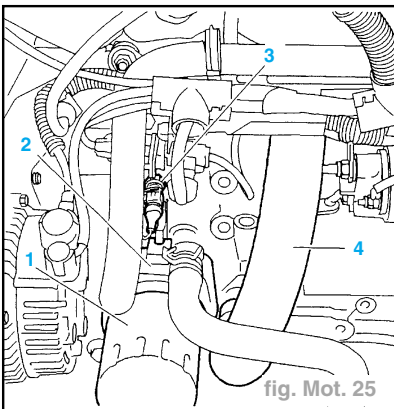

fig. Mot. 25
- la cartouche de filtre à huile (1) (fig. Mot. 25).
- l'échangeur thermique (2).